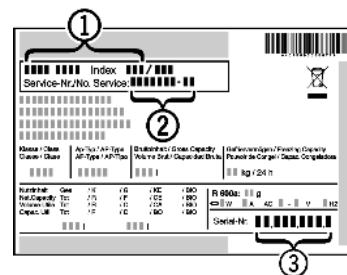

Fig. 4
- ▶ Denominación del aparato *Fig. 4 (1)*, nº del servicio técnico *Fig. 4 (2)* y nº de serie *Fig. 4 (3)* en la placa de identificación. La placa de identificación se encuentra en la parte interior izquierda del aparato.
- ▶ Informe al servicio postventa e indique el fallo, la denominación del aparato *Fig. 4 (1)*, el nº del servicio técnico *Fig. 4 (2)* y el nº de serie *Fig. 4 (3)*.